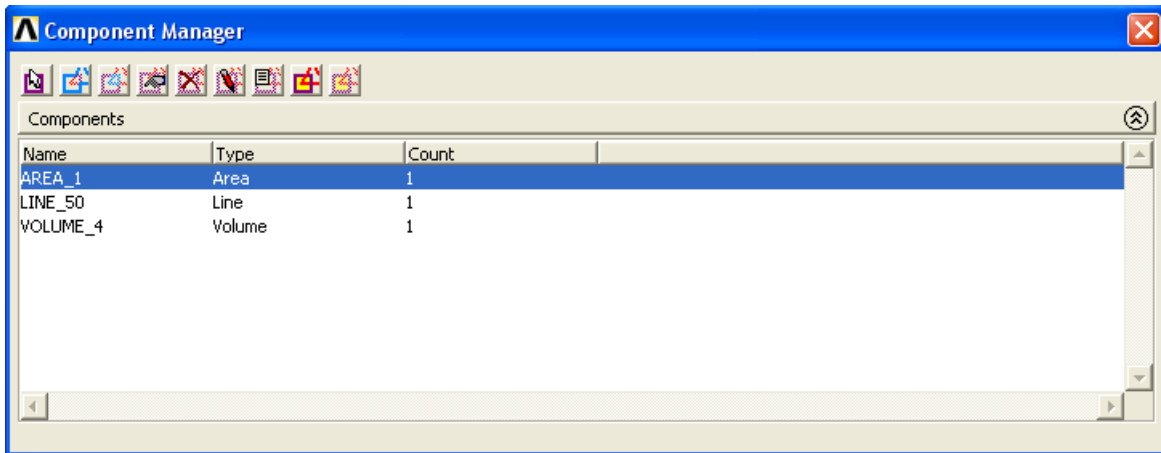

Рисунок 41. Окно Component Manager с выбранным пунктом AREA_1
- Выбираем «составную часть» **AREA_1** (Рисунок 41).